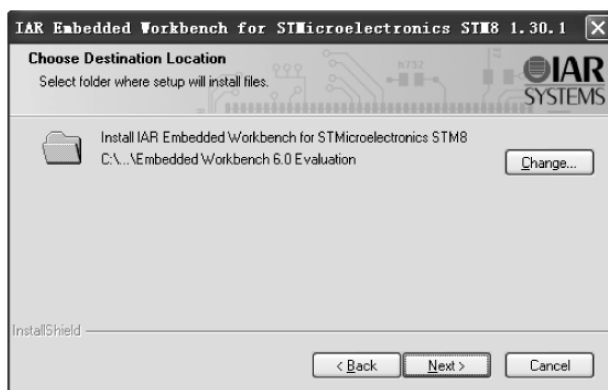

图 2.6 默认 C 盘安装路径
(4) 选择 IAR 软件安装路径,单击 Next 按钮,如图 2.6 所示。